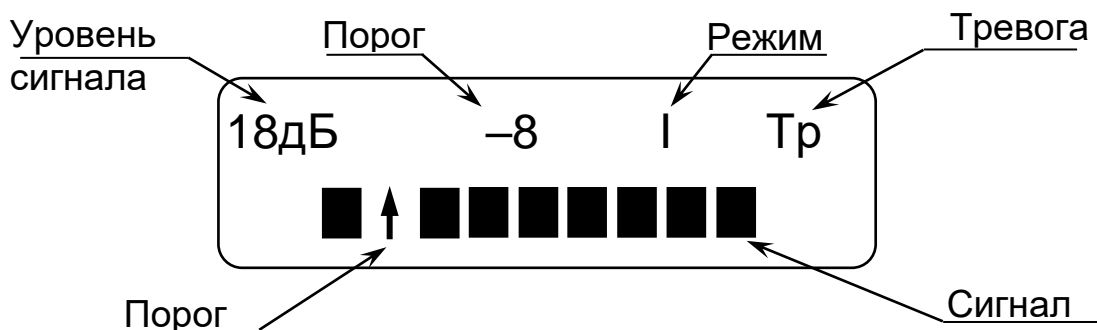

Рисунок 16 – Окно индикации параметров ТАНТАЛ-200 при значении сигнала -9 дБ
2.9.4 *Индикация соответствия напряжения питания* производится после перевода ПК в режим индикации одновременно с отображением надписи «ДП-200». Если напряжение питания 10,2 В и выше, после индикации в течение пяти секунд сообщения «ПИТ. НОРМА» ПК переходит в режим отображения остальных параметров (см. рисунок 16). Если напряжение питания ниже 10,2 В (пониженное) ПК вместо представленных на рисунке 16 параметров индицирует сообщение «ПИТ. НИЗКО» в виде мигающих символов.
*Индикация помехи* (значок – «!!» на месте значка «Тр» см. рисунок 16) дублирует извещение сформированное извещателем. При включенном зуммере ПК звучит звуковой сигнал.